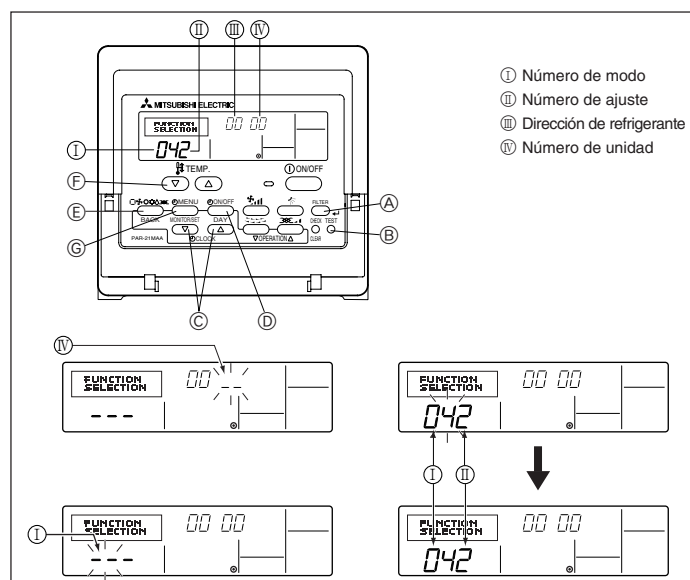

Fig. 6-2
6.2.1. Ajuste de funciones en la unidad (Fig. 6-2)